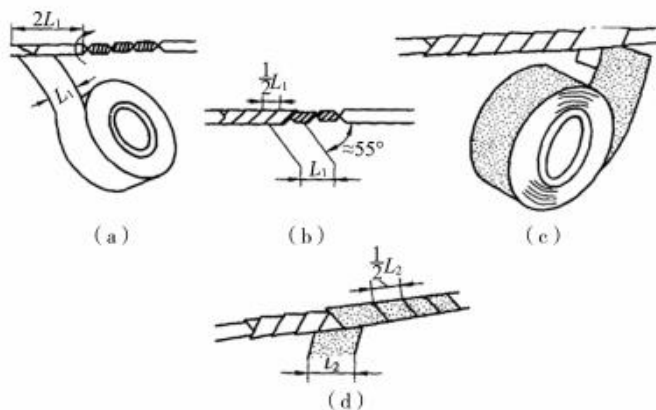

图 1-6 直线连接接头的绝缘恢复
1) 包缠时,先将绝缘带从左侧的完好绝缘层上开始包缠,应包入绝缘层 30 ~ 40 mm,包缠绝缘带时要用力拉紧,如图 1-6(a)所示。带与导线之间应保持约 55° 倾斜,如图 1-6(b)所示。
2) 进行每圈斜叠缠包,后一圈必须压叠住前一圈的 1/2 带宽,如图 1-6(c)所示。
4) 黑胶布也必须进行 1/2 叠包,包到另一端也必须完全包住绝缘带,收尾后应用双手的拇指和食指紧捏黑胶布两端口,进行一正一反方向拧旋,利用黑胶布的黏性,将两端充分密封起来,尽可能不让空气流通。这是一道关键的操作步骤,决定着加工质量的优劣,如图 1-6(d)所示。